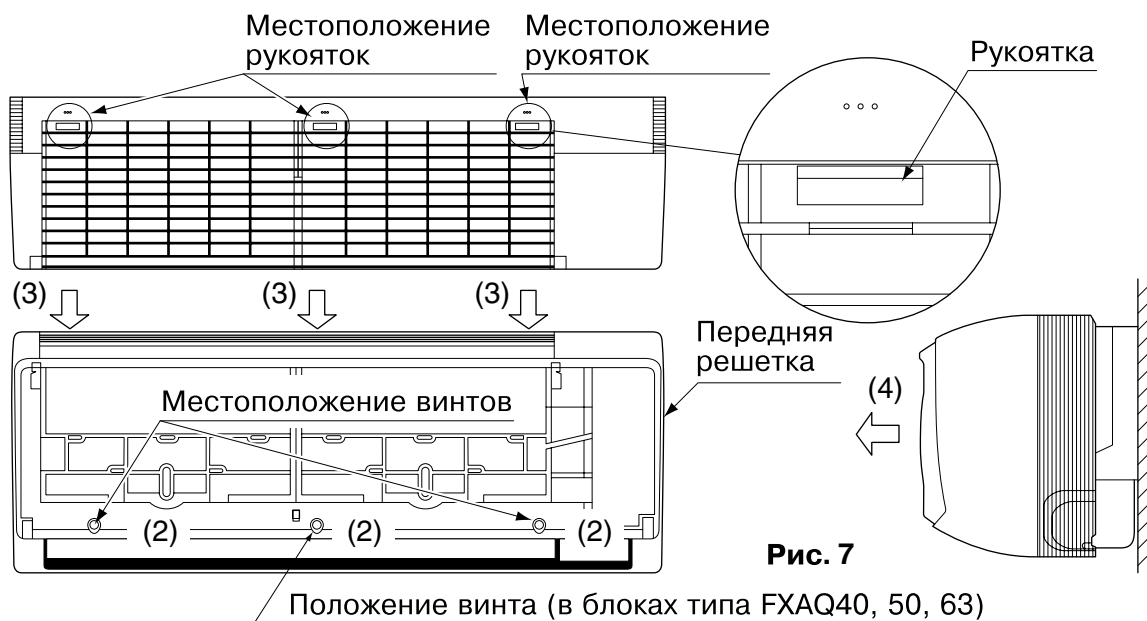

Рис. 7
- Снимите лицевую решетку. (См. рис. 7)
- Уберите буферный материал, подставленный при выполнении шага (6).